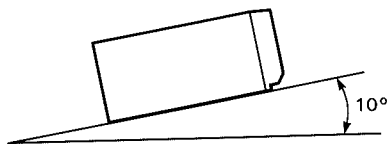

Fig. 1
- Ne pas incliner le lecteur de plus de 10 degrés de l'horizontale. (Fig. 1) Le lecteur ne fonctionnera pas correctement s'il est installé à l'envers ou verticalement. L'installer à un endroit où le chargeur de compact disc peut facilement être inséré et retiré.